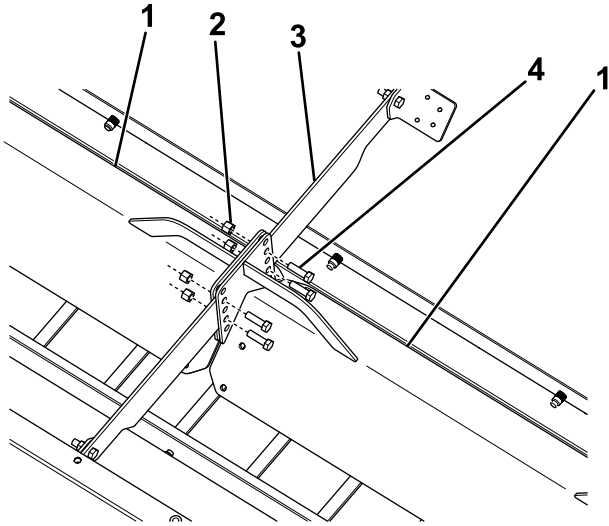

Figure 16
8. Alignez les extrémités libres des déflecteurs et fixez-les entre elles et au support transversal de l'épandeur, au moyen de 4 boulons ($\frac{3}{8}$ x $1\frac{1}{4}$ po) et 4 écrous (Figure 16).